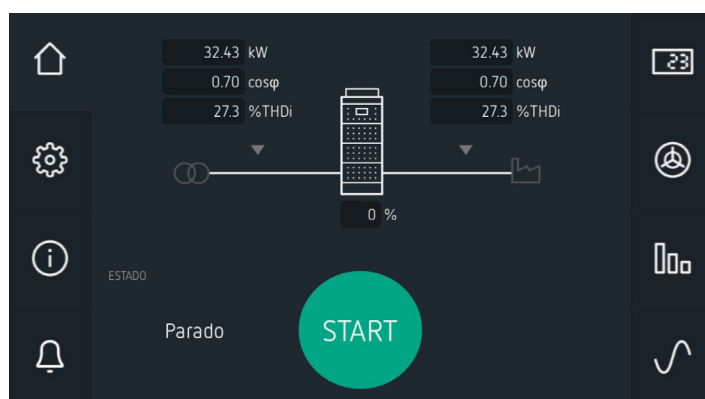

Figura 49: Pantalla inicial.
Una vez alimentado el equipo en el display aparece la pantalla de la **Figura 49**.
② Acceder a las pantallas de valores numéricos, , y en la pantalla de visualización de la tensión y corriente ("6.2.5.- TENSIÓN / CORRIENTE / FRECUENCIA"):
③ Acceder a las pantallas de valores numéricos, , y en la pantalla de visualización de los parámetros de la carga ("6.2.7.- POTENCIA Y COS ϕ DE CARGA"):
④ Volver a la pantalla principal del equipo, , **Figura 49**, si no hay ningún problema de conexionado, en la parte inferior izquierda se debe visualizar el mensaje "**Parado**". En caso de existir algún problema en el conexionado del filtro o en la configuración, aparece el mensaje de "**Esperando condiciones**".